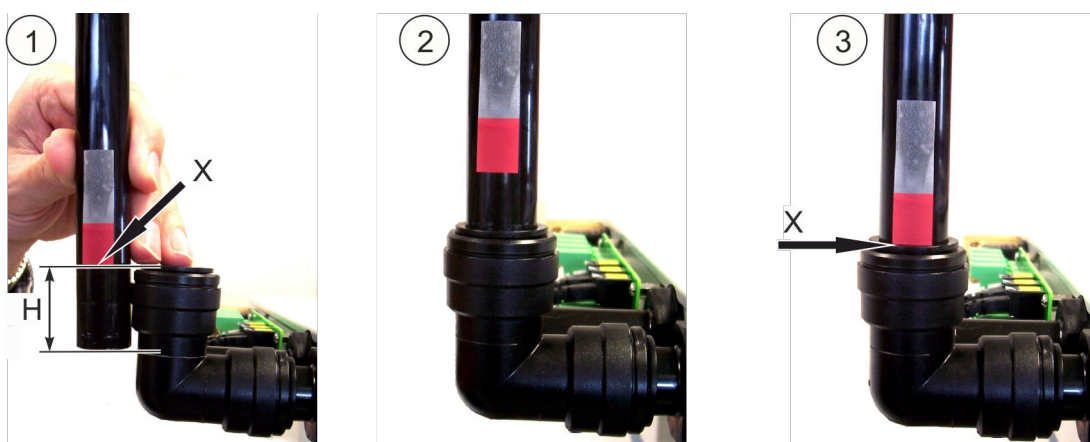

Fig. 31: Montaje
1. ➤ [Fig. 31/1]: Marcar la profundidad de inserción (Fig. 31/H) del tubo (Fig. 31/X). Utilizar la línea auxiliar del codo del tubo. Profundidad de inserción (H) aprox. 33 mm.
2. ➤ [Fig. 31/2]: Introducir el tubo suelto.
3. ➤ [Fig. 31/3]: Presionar el tubo con fuerza, hasta que se note y oiga como llega al tope y hasta la marca (Fig. 31/X).